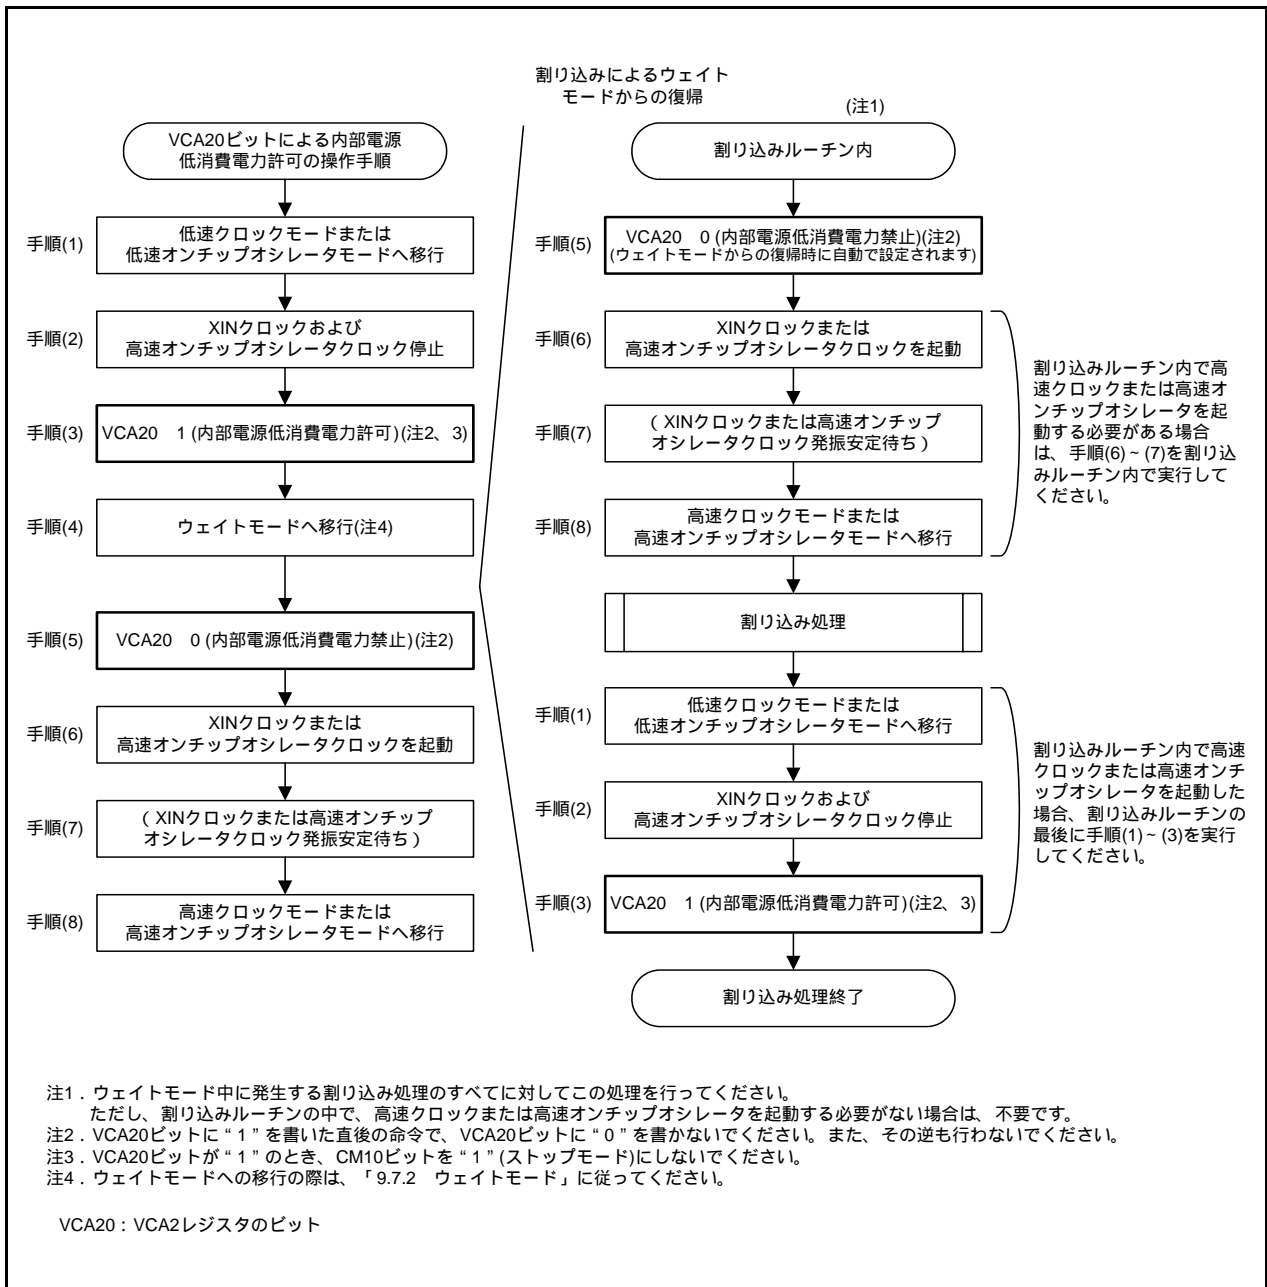

図9.3 VCA20ビットによる内部電源低消費操作手順
- 注1. VCA20ビットはウェイトモードへの移行時のみに使用してください。VCA20ビットの設定は「図9.3 VCA20ビットによる内部電源低消費電力操作手順」に従ってください。